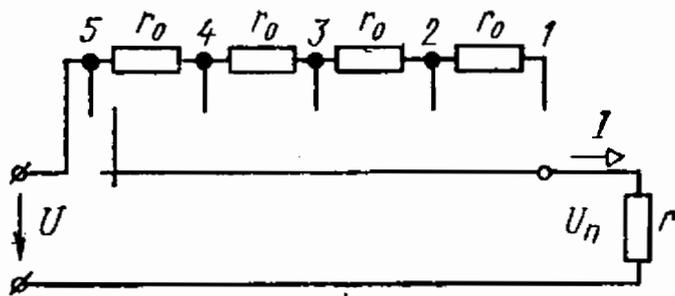

Рис. 1.4
1.4. Для регулирования напряжения приемника с сопротивлением $r = 10$ Ом включен реостат (рис. 1.4).